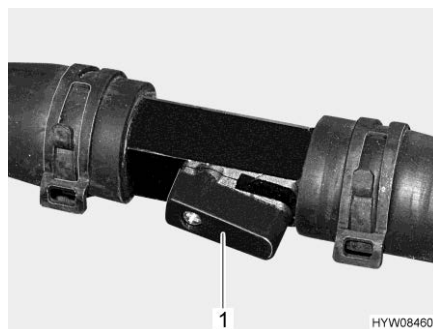

Fig. 161 Rubinetto di chiusura (aperto)
- Posizionare la leva (Fig. 161,1) parallelamente alla tubazione (Fig. 161). Più il rubinetto viene aperto, maggiore è la prestazione del riscaldamento.
- Posizionare la leva (Fig. 161,1) verticalmente rispetto alla tubazione. Il circuito di riscaldamento funziona mediante la tubatura di bypass.